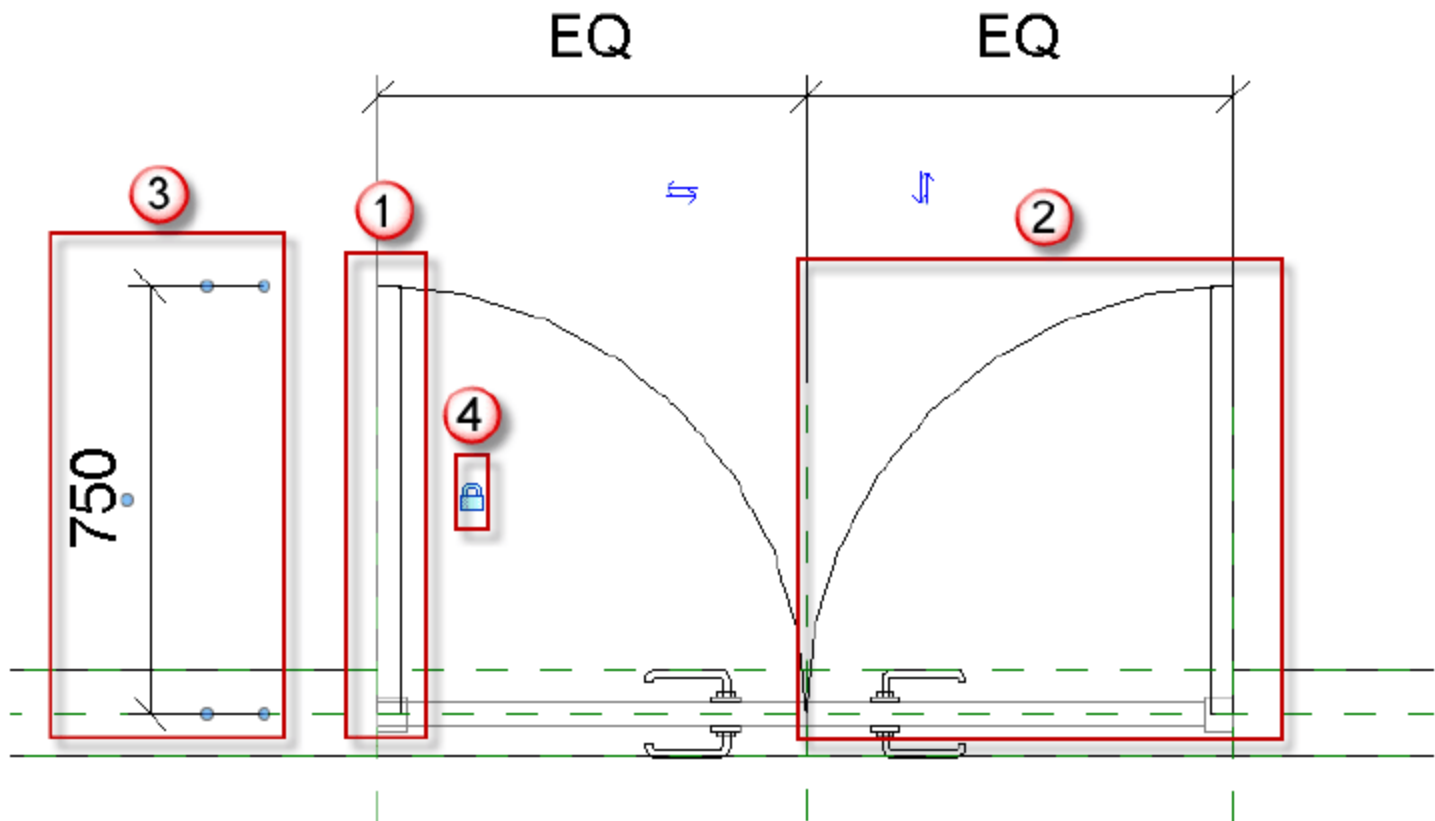

图 6.2.74 绘制 FM1521 乙的平面轮廓线
(32) 绘制 FM1521 乙的平面轮廓线。选择“项目浏览器”中的“楼层平面”→“参照标高”选项，进入门的参照标高视图。选择“注释”→“符号线”命令，绘制长 750、宽 40 的“门板轮廓线”和半径为 750 的“门开启方向轮廓线”如图 6.2.74 所示，按快捷键 D+I，为矩形“门板轮廓线”长边做标注，并将此标注锁定。按两次快捷键 M，以门的中轴线镜像复制。